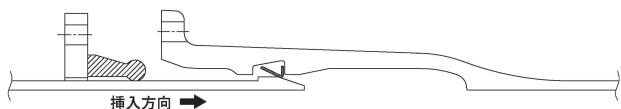

図13 挿し口の挿入
- (1) 管をクレーンなどで吊った状態にし、ロックリングが正常にセットされていることを目視で確認した後に挿し口を受口に人力で挿入する (図13参照)。この時、2本の管の曲げ角度が 2° (図14および表2参照) 以内となるように